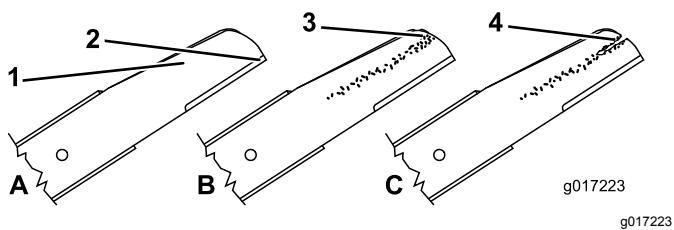

Figure 42
1. Examinez le tranchant des lames (Figure 42). Si elles sont émoussées ou présentent des indentations, déposez les lames et affûtez-les ou remplacez-les.
2. Inspectez les lames, surtout la partie relevée (Figure 42). Remplacez immédiatement toute lame endommagée, usée ou qui présente une entaille.